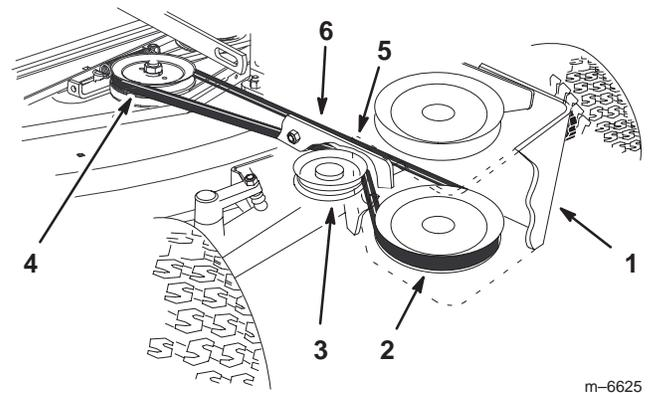

Bild 9
2. Legen Sie den Mähwerktriebriemen auf die mittlere Riemenscheibe des Mähwerks (Bild 9). Vergewissern Sie sich, dass er auf der oberen, mittleren Riemenscheibe aufliegt.
3. Montieren Sie die Mähwerktriebriemen auf die untere Riemenscheibe und die untere Spannscheibe im Riemenumlenkblock (Bild 9).